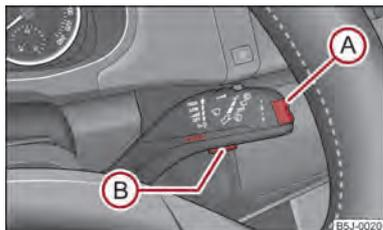

Fig. 7 Pantalla informativa: Elementos de mando
- El **Main menu (Menú principal)** se activa pulsando la tecla basculante (A) ⇒ fig. 7 durante más de 1 segundo.
- Mediante la tecla basculante (A) se puede elegir entre los diferentes puntos de menú. Después de pulsar brevemente la tecla (B) se indicará la información seleccionada.